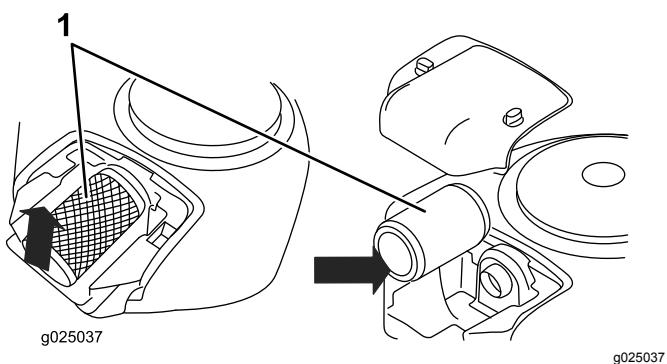

Figura 23
3. Sollevate l'estremità del filtro per rimuoverlo Figura 23.